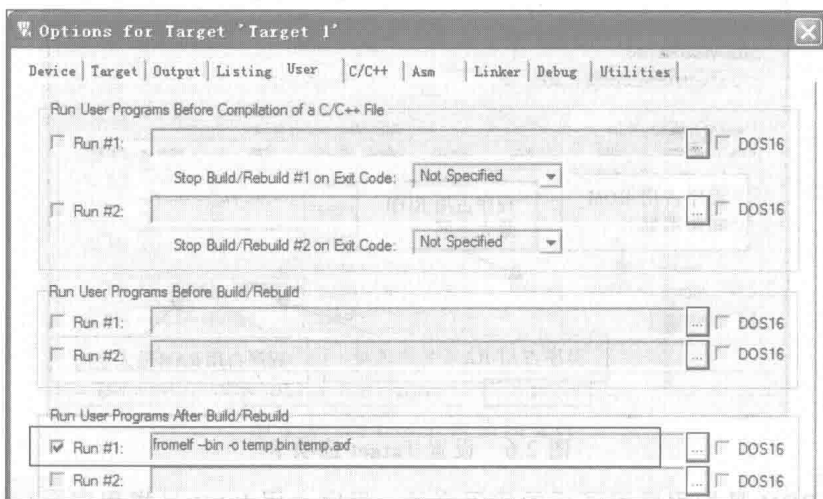

图 2.9 设置输出 Bin 文件
(5) 设置 User 选项卡，编译输出 Bin 文件，如图 2.9 所示。